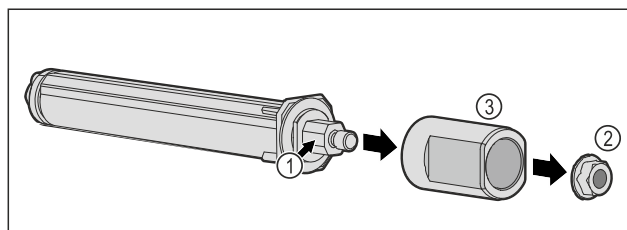

Fig. 54
- ▶ Nu dezasamblați sistemul de închidere al ușii Fig. 54 (1).
- ▶ Îndepărtați piulița Fig. 54 (2).
- ▶ Detașați manșonul Fig. 54 (3).